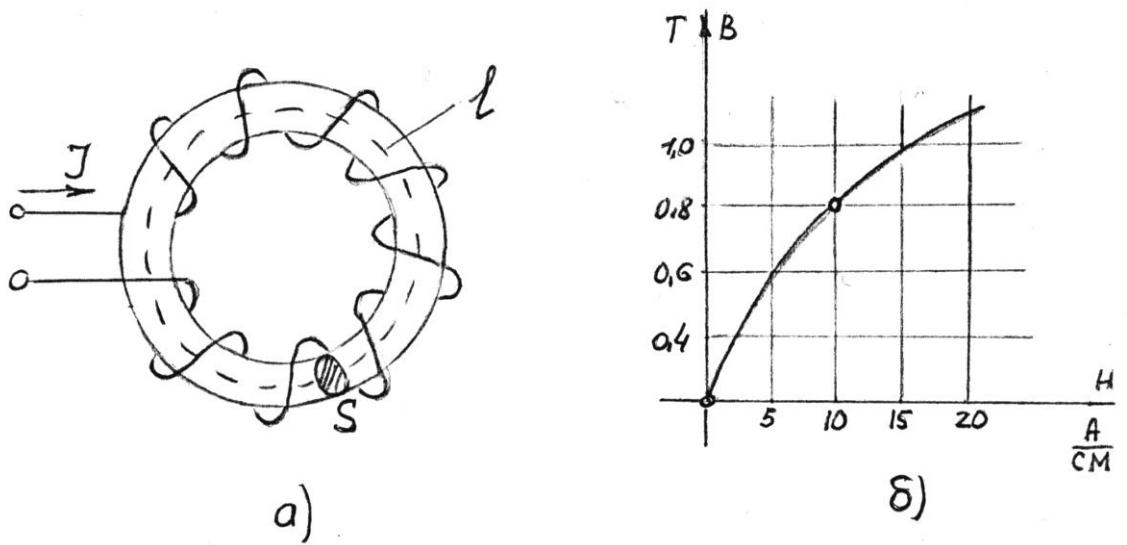

Рис. 3.
3. Визначити індуктивність котушки з феромагнітним осердям (рис.3а), криву намагнічування якої подано на рис.3б, якщо $I = 0,2 \text{ А}$, $S = 5 \text{ см}^2$, $l = 20 \text{ см}$, $n = 1000$ витків.